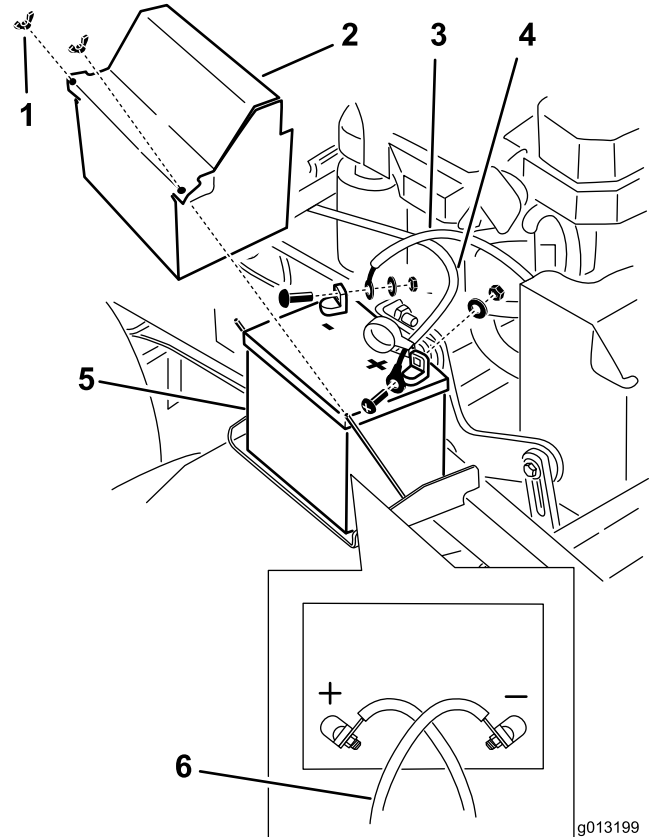

Bild 53
3. Klemmen Sie zunächst das Minuskabel vom Minuspol (-) der Batterie ab (Bild 53).
4. Ziehen Sie die rote Polkappe vom (roten) Pluspol der Batterie ab. Ziehen Sie dann das (rote) Pluskabel ab (Bild 53).
5. Entfernen Sie die Batteriebefestigungsplatte (Bild 53) und nehmen Sie die Batterie heraus.
1. Setzen Sie die Batterie in die Maschine (Bild 53).
und Schraube an (Bild 53). Schieben Sie die Gummiabdeckung über den Batteriepol.
4. Klemmen Sie dann das Minuskabel und Erdkabel am Minuspol (-) der Batterie mit einer Mutter, Scheibe und Schraube an (Bild 53).
Hinweis: Die Batteriekabel überkreuzen sich, wenn sie richtig installiert sind (Bild 53).